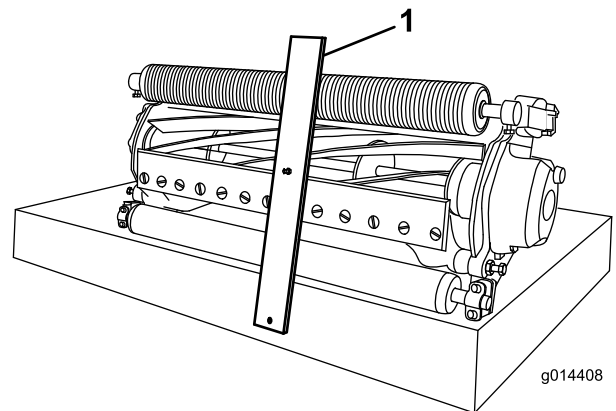

Figura 11
2. Enganche la cabeza del perno del indicador de altura de corte sobre el lado derecho del filo de corte de la contracuchilla y apoye el extremo trasero de la barra sobre la parte trasera del rodillo (Figura 11).